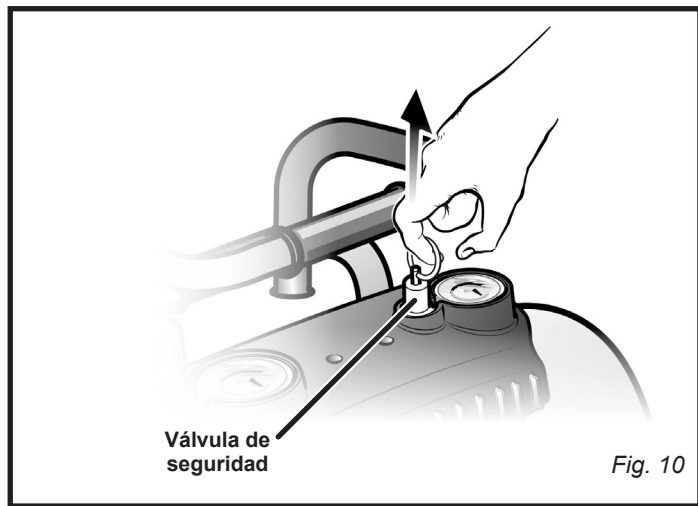

Fig. 10
- Tire del aro de la válvula de seguridad (Fig. 10) para soltar aire durante veinte segundos.